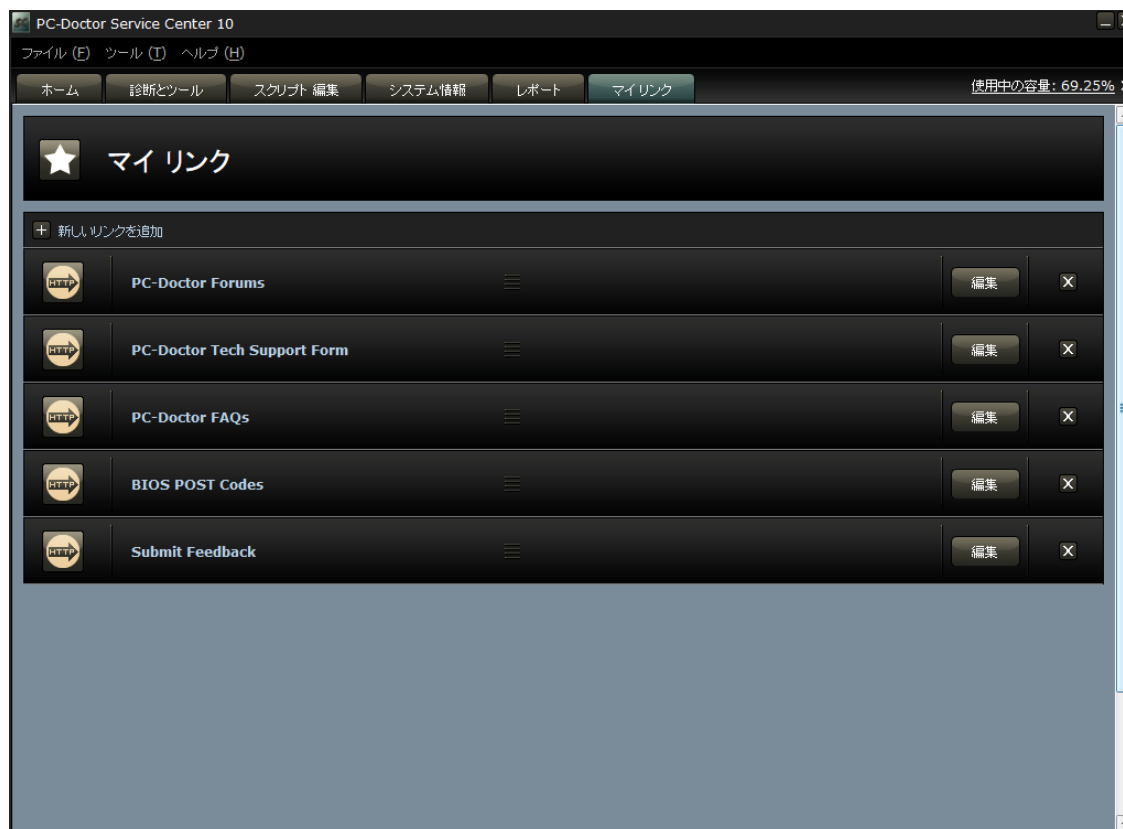

図 22: マイリンクタブ
1. **マイリンク** タブをクリックします (図 22).